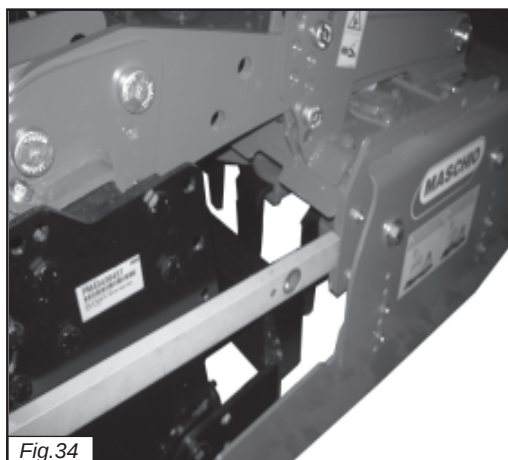

Fig.34
1) Controllare l'allineamento delle fiancate rullo rispetto alle fiancate macchina. (fig.34)
1) Contrôler que les cotés rouleau soient bien en ligne avec les cotés de la machine (Fig.34)
1) Kontrollieren Sie dass die Walzewänden in Maschinewandendreie aufgestellt sind (Bild 34)